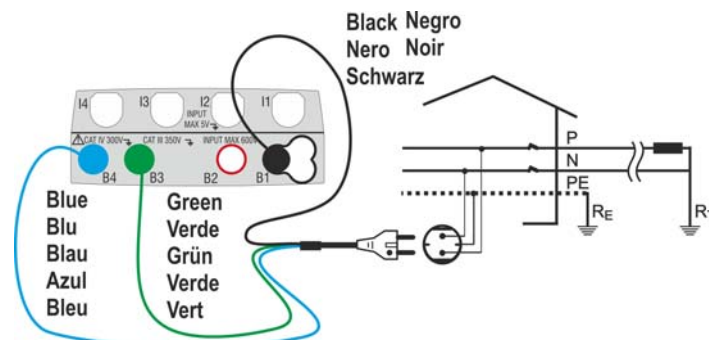
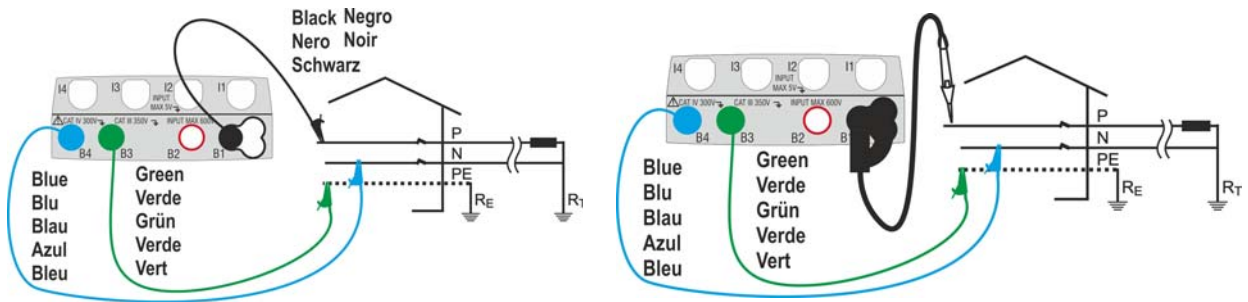
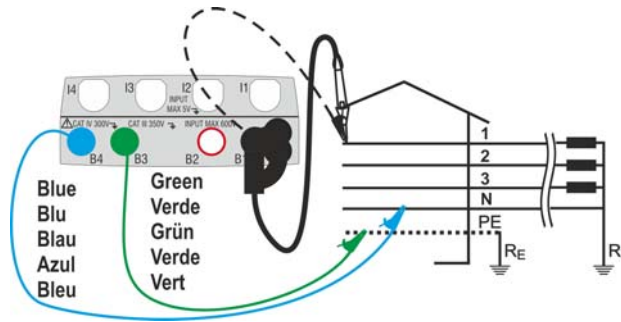
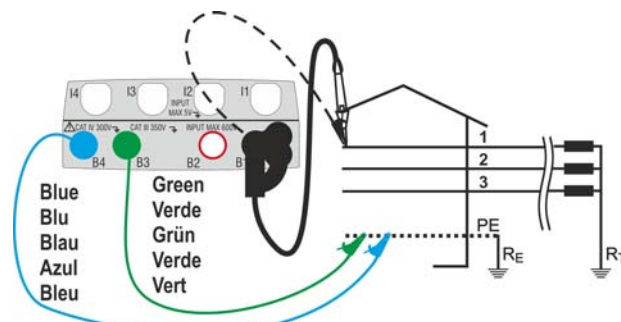

Fig. 17: Misura P-N/P-PE in impianti monofase/bifase 230V tramite spina shuko
Fig. 18: Misura P-N/P-PE in impianti monofase/bifase 230V con cavi e puntale remoto
Fig. 19: Misura P-N/P-PE in impianti trifase 400V+N+PE con cavi singoli e puntale remoto
Fig. 21: Misura P-PE/P-N in impianti 400V + PE (no N) con cavi singoli e puntale remoto
4. Connettere la spina shuko, i coccodrilli od il puntale remoto alla rete elettrica in accordo alle Fig. 17, Fig. 18, Fig. 19 e Fig. 21
4. Scollegare, quando possibile, tutti i carichi connessi a valle del punto di misura in quanto l'impedenza dei suddetti utilizzatori potrebbe influenzare i risultati della prova. Connettere la spina shuko, i coccodrilli od il puntale remoto alla rete elettrica in accordo alle Fig. 17, Fig. 18, Fig. 19 e Fig. 21 nel punto più vicino possibile alla protezione in esame